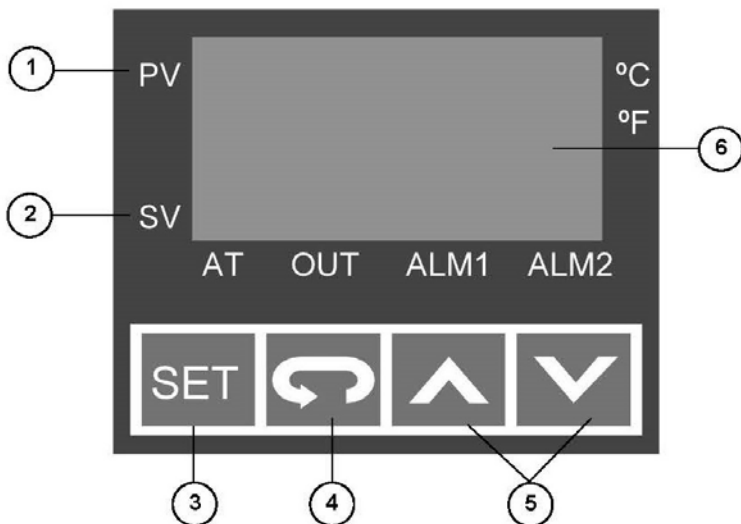

Figura 9: Vista Frontal – Controlador de Temperatura
3. Para cambiar la temperatura Configurar Valor “SV”, presione las flechas hacia ABAJO o hacia ARRIBA (Ítem 5, Figura 9).
5. Use las flechas hacia ARRIBA o hacia ABAJO (Ítem 5, Figura 9) para cambiar el número al valor deseado (Sostener los botones presionados de manera continua va a hacer que el valor cambie rápidamente).
6. Una vez establecido el valor deseado, presione la tecla de configuración (Ítem 3, Figura 9) para guardar los cambios y los números volverán a números normales que NO PARPADEAN.